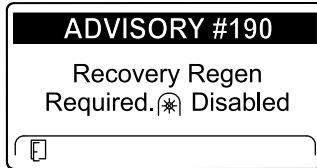

Bild 76
- Recovery regeneration required – power takeoff disabled ADVISORY #190 (Bild 76)